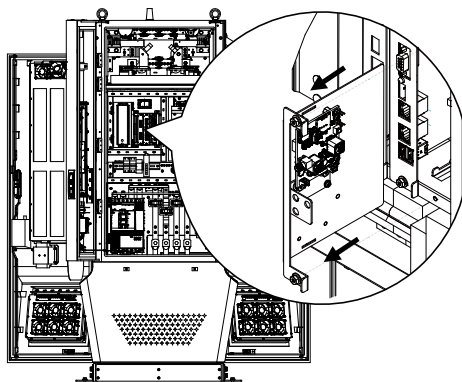

Figura 36. Acceso al módulo 4G/Wi-Fi
- 1) Saque la bandeja superior de la caja de la CSU para acceder al módulo 4G/Wi-Fi que hay dentro del armario. Véase la figura 36.